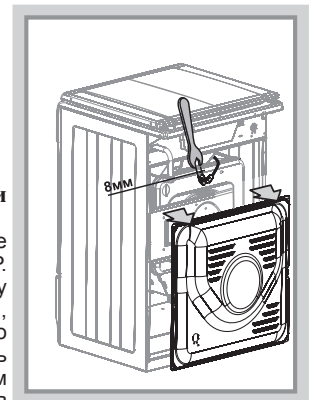

Рис. 14.2
- при помощи ключа выкрутить и заменить сопло (рис.14.2)